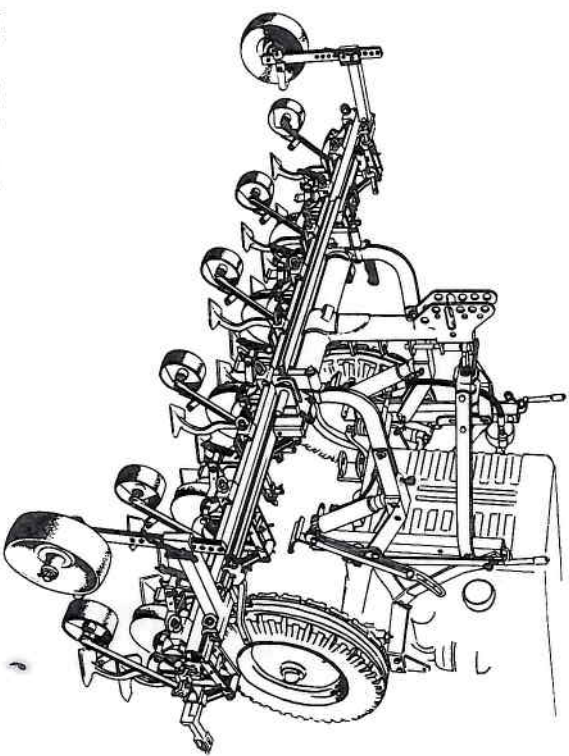

Abb. 109 RAU-KOMBI-Fronthackmaschine
Die RAU-KOMBI-Hackmaschine kann in jeder Armierung an der Schlepperfront (Abb. 109) gefahren werden. Dadurch ist die Einmannarbeit möglich.
1. Hackmaschine komplett montieren mit Grundrahmen (1) und Stützräder (2).
2. Die Hackmaschine am Grundrahmen aufnehmen (Abb. 109 und 110).